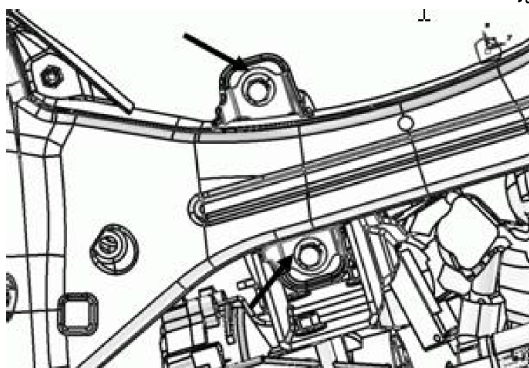

图 5
2.3.2 拆下发动机后悬置支座与前副车架相连接的 2 个螺栓(如下图 5 所示)。这样后悬置支座总成就可以拆掉。
2.4.2 将更换后的发动机后悬置安装支座总成按图 5 所示放入安装位置，带上后悬置支座与副车架横梁相连的 2 个螺栓，然后带上后悬置安装支架总成与后悬置安装支座总成相连接的 1 个横穿螺栓。
2.5.1 将发动机后悬置安装支座与副车架相连的 2 个螺栓打力矩为 85 N.m（如图 5 所示）。